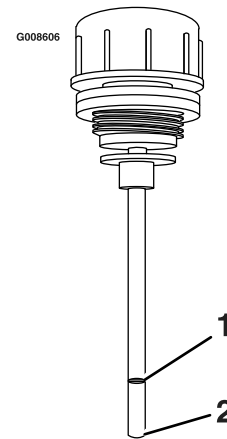

Figura 22
6. Retire el tapón de nuevo y compruebe el nivel de aceite hidráulico en la varilla. Consulte los niveles de aceite en Figura 22.